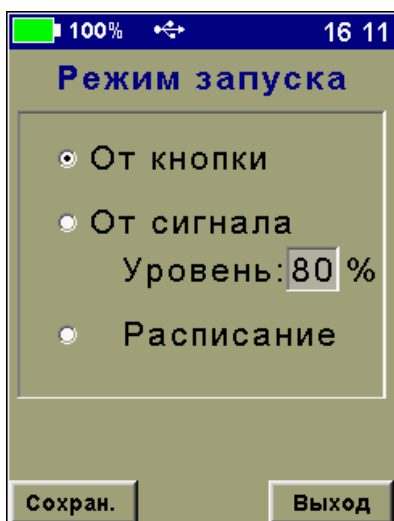

Рисунок 14
3.6.4 «**Режим запуска**» - установка режима запуска процесса регистрации (рис. 14).